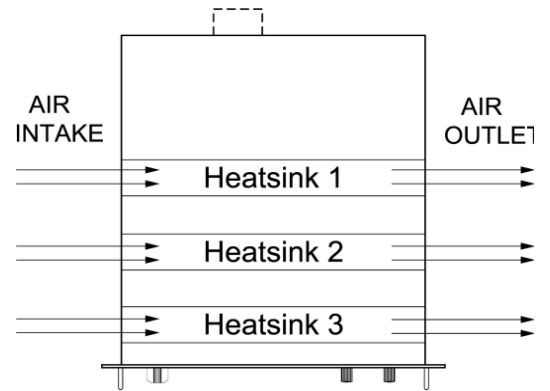

Abb. 9 - 1
- Die interne Konstruktion des Netzgeräts ist so, dass kein Staub die empfindlichen Steuerschaltkreise erreicht, die Kühlkörper im Tunnel werden durch Zwangsbelüftung gekühlt (siehe Abb. 9 - 1).